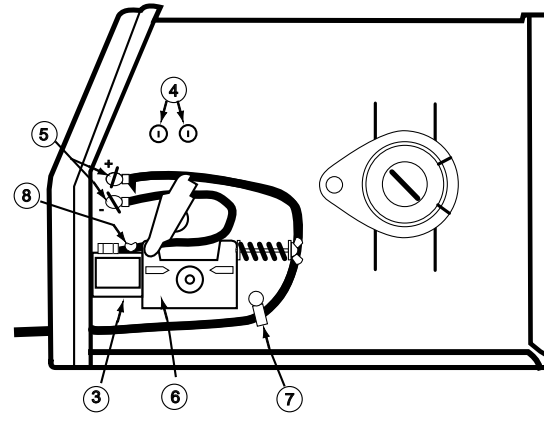

FIGURA 1
1. Abra la puerta de la sección de alimentación de alambre en el lado derecho de la WELD-PAK y vea la figura 1.
2. Pase el extremo del cable de trabajo que tiene el terminal de conexión con el orificio más pequeño, a través del Orificio de Acceso del Cable de Trabajo (1) en el frente del gabinete.
3. Enrute el cable por debajo y alrededor de la parte posterior de la Caja de Engranajes de Alimentación de Alambre (6).
4. **Únicamente para Innershield:** La WELD-PAK viene conectada a una polaridad de electrodo negativo. Para terminar la instalación, utilice la tuerca mariposa que se proporciona, a fin de conectar la terminal de conexión del cable de trabajo a la terminal (5) de salida positiva (+) que se localiza arriba de la Caja de Engranajes de Alimentación de Alambre (6). Asegúrese de que ambas tuercas mariposa estén apretadas.
1. Consulte la Figura 1. Desconecte la máquina o coloque el interruptor de encendido en la posición “O” (apagado).
2. Pase una por una las puntas aisladas de los cables de control del gatillo de la antorcha, a través de la Ranura de Acceso del Cable de Control y del Cable de la Antorcha (2) en el frente del gabinete. Los cables deberán pasar por debajo de la Caja de Engranajes de Alimentación de Alambre (6) y a través del Sujetador de Cable (7) en el panel interno.
3. Inserte el conector del cable conductor de la antorcha a través del Orificio de Acceso del Cable de la Antorcha (2), en el frente del gabinete de la WELD-PAK. Asegúrese de que el conector entre totalmente en el bloque conector de latón. Si el conector de la antorcha no entra por completo, desenrosque un poco el tornillo mariposa del bloque conector. Gire el conector para que los cables de control queden abajo, y apriete el Tornillo Mariposa (8) del bloque conductor.
4. Conecte las terminales del cable de control del gatillo de la antorcha a los dos conectores aislados de 6.4 mm (1/4”), que se localizan arriba de la etiqueta “Gun Trigger Connection” (Conexión del Gatillo de la Antorcha) en la sección de alimentación de alambre (4). Cualquier cable puede ir en cualquier conector. Acomode los cables lo más cerca posible del panel interno.